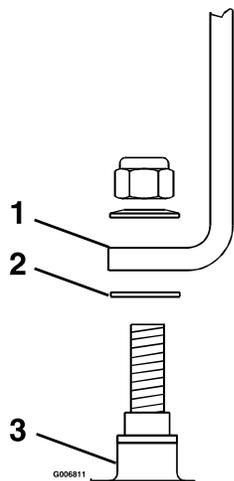

Figure 25
1. Retirez l'écrou Nyloc $\frac{3}{8}$ po et la rondelle élastique du goujon en haut de la boîte de vitesses (voir Figure 25).